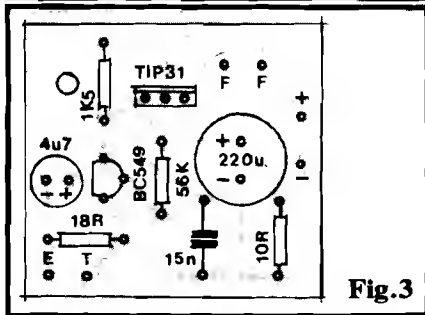

Fig. 3
- **FIG. 3** - "Chapeado" da montagem. A figura mostra a placa agora pelo lado **não cobreado**, já com todas as peças (menos o alto-falante...) do circuito, em si, devidamente posicionadas (todas identificadas com seus códigos, valores, etc., como é norma em ABC...). Os pontos que merecem atenção extra são: o posicionamento dos dois transistores